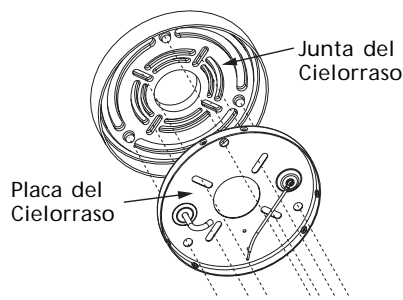

Figura 2a - Instalación del ensamblado de la placa y la junta del cielorraso.
2. Taladrar dos (2) agujeros no mayores de 11/64 pulgada (4.3 mm) de diámetro por dos pulgadas (5.1 cm) de profundidad en el centro de la viga, a una distancia uno del otro de 2-9/16 pulgadas (6.5 cm). Para medir la distancia entre agujeros con exactitud, se puede usar como modelo los agujeros en el soporte en forma de U.
3. Colocar la junta (guarnición) del cielorraso sobre la placa del cielorraso de tal manera que las ranuras y las superficies destacadas estén alineadas con las ranuras y los agujeros en la placa del cielorraso. Ver Figura 2a.